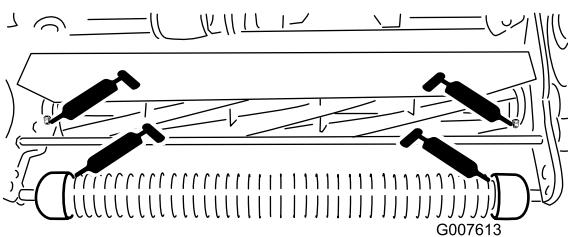

Figura 14
- 2 no rolo da frente (Figura 14)
- 2 nos rolamentos do cilindro (Figura 14)